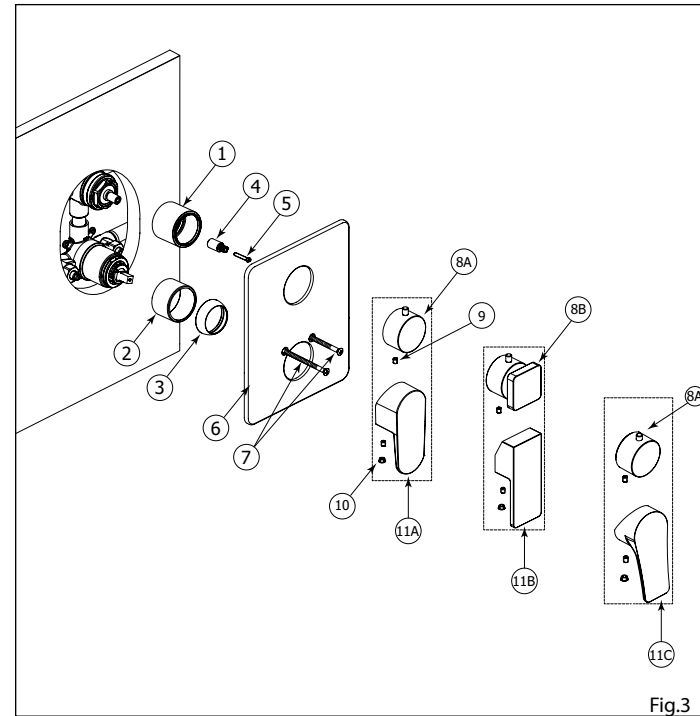

Fig.3
Insert the decorative sleeves (1 & 2) onto the cartridge and diverter holders (See Fig.3), then screw the dome cap (3) onto the valve body. Afterwards, place the broach extension (4) onto the diverter and secure with the screw (5).
Insérer les anneaux décoratifs (1 & 2) autour des manchons (Voir Fig .3), visser le capuchon en dôme (3) sur la valve. Ensuite , placer l'extension de la broche (4) sur la cartouche du déviateur et fixer avec la vis (5). Glisser la plaque (6) autour de la valve et l'appuyer fermement contre le mur pour bien la fixer. S'assurer que la plaque soit bien alignée afin que le trait rouge (eau CHAUDE) soit du côté gauche et le trait bleu (eau FROIDE) du côté droit. Fixer la plaque de finition (6) avec les 2 vis fournies (7).